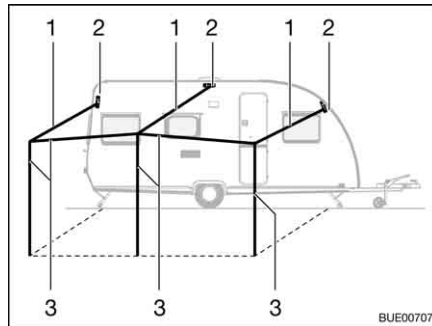

Bild 25 Vorzelt
- Dachfirststangen (Bild 25,1) mit den gebogenen Haken in die Vorzeltösen (Bild 25,2) einhängen.
- Zusatzgestänge (Bild 25,3) und Dachfirststangen zusammenmontieren.